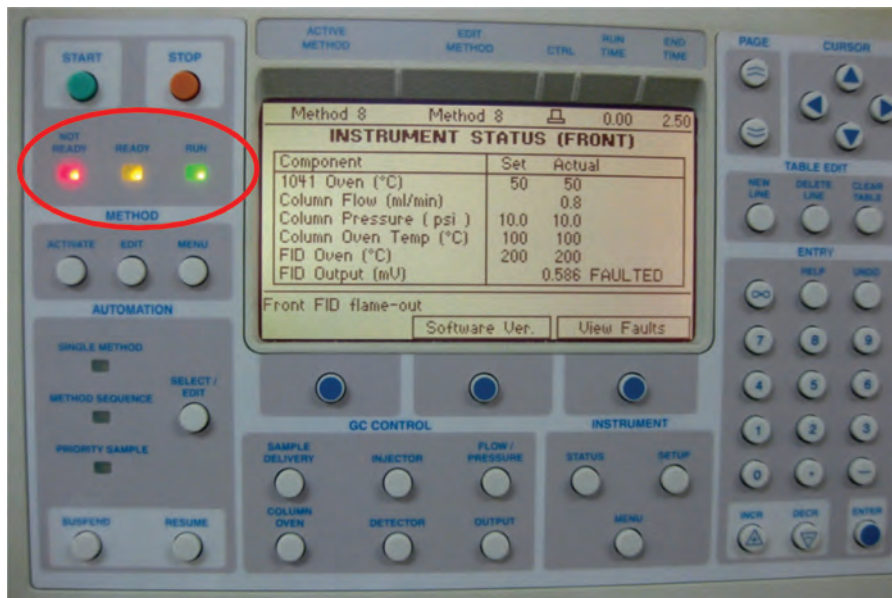

Figura 29. Sinais de automação *not ready*, *ready* e *run* acionados ao mesmo tempo indicando algum problema no sistema.
- Não deixar o cromatógrafo aquecer sem a passagem dos gases de arraste por causa de degradação de componentes internos do aparelho. Na Figura 29, pode ser visualizada uma indicação de não passagem de gás de arraste no sistema. Os sinais de automação **not ready** (aparelho não ativado para injeção da amostra), **ready** (aparelho ativado para injeção da amostra) e **run** (amostra em análise) ficam acionados ao mesmo tempo e todo o sistema trava. Ocorrendo isso, deve-se acionar o método **Stand by** e verificar, primeiramente, os gases de arraste e, posteriormente, o método configurado.